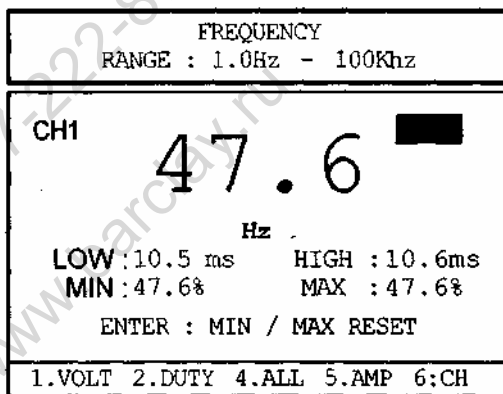

Рис. 4-4. Частота
- 1) Как показано на рис. 4-4 большие цифры в центре дисплея обозначают рабочий цикл.
- 1) Как показано на рис. 4-4 большие цифры в центре дисплея обозначают замеренную частоту в герцах и килогерцах.